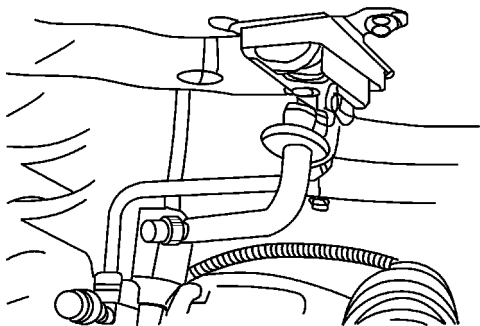

图 5-48 拆卸空气滤清器
3) 按照图 5-48 所示, 拆卸空气滤清器壳体螺栓, 拆下空气滤清器总成, 断开压力传感器, 并从前围板上拆卸吸入软管管板的固定螺母。